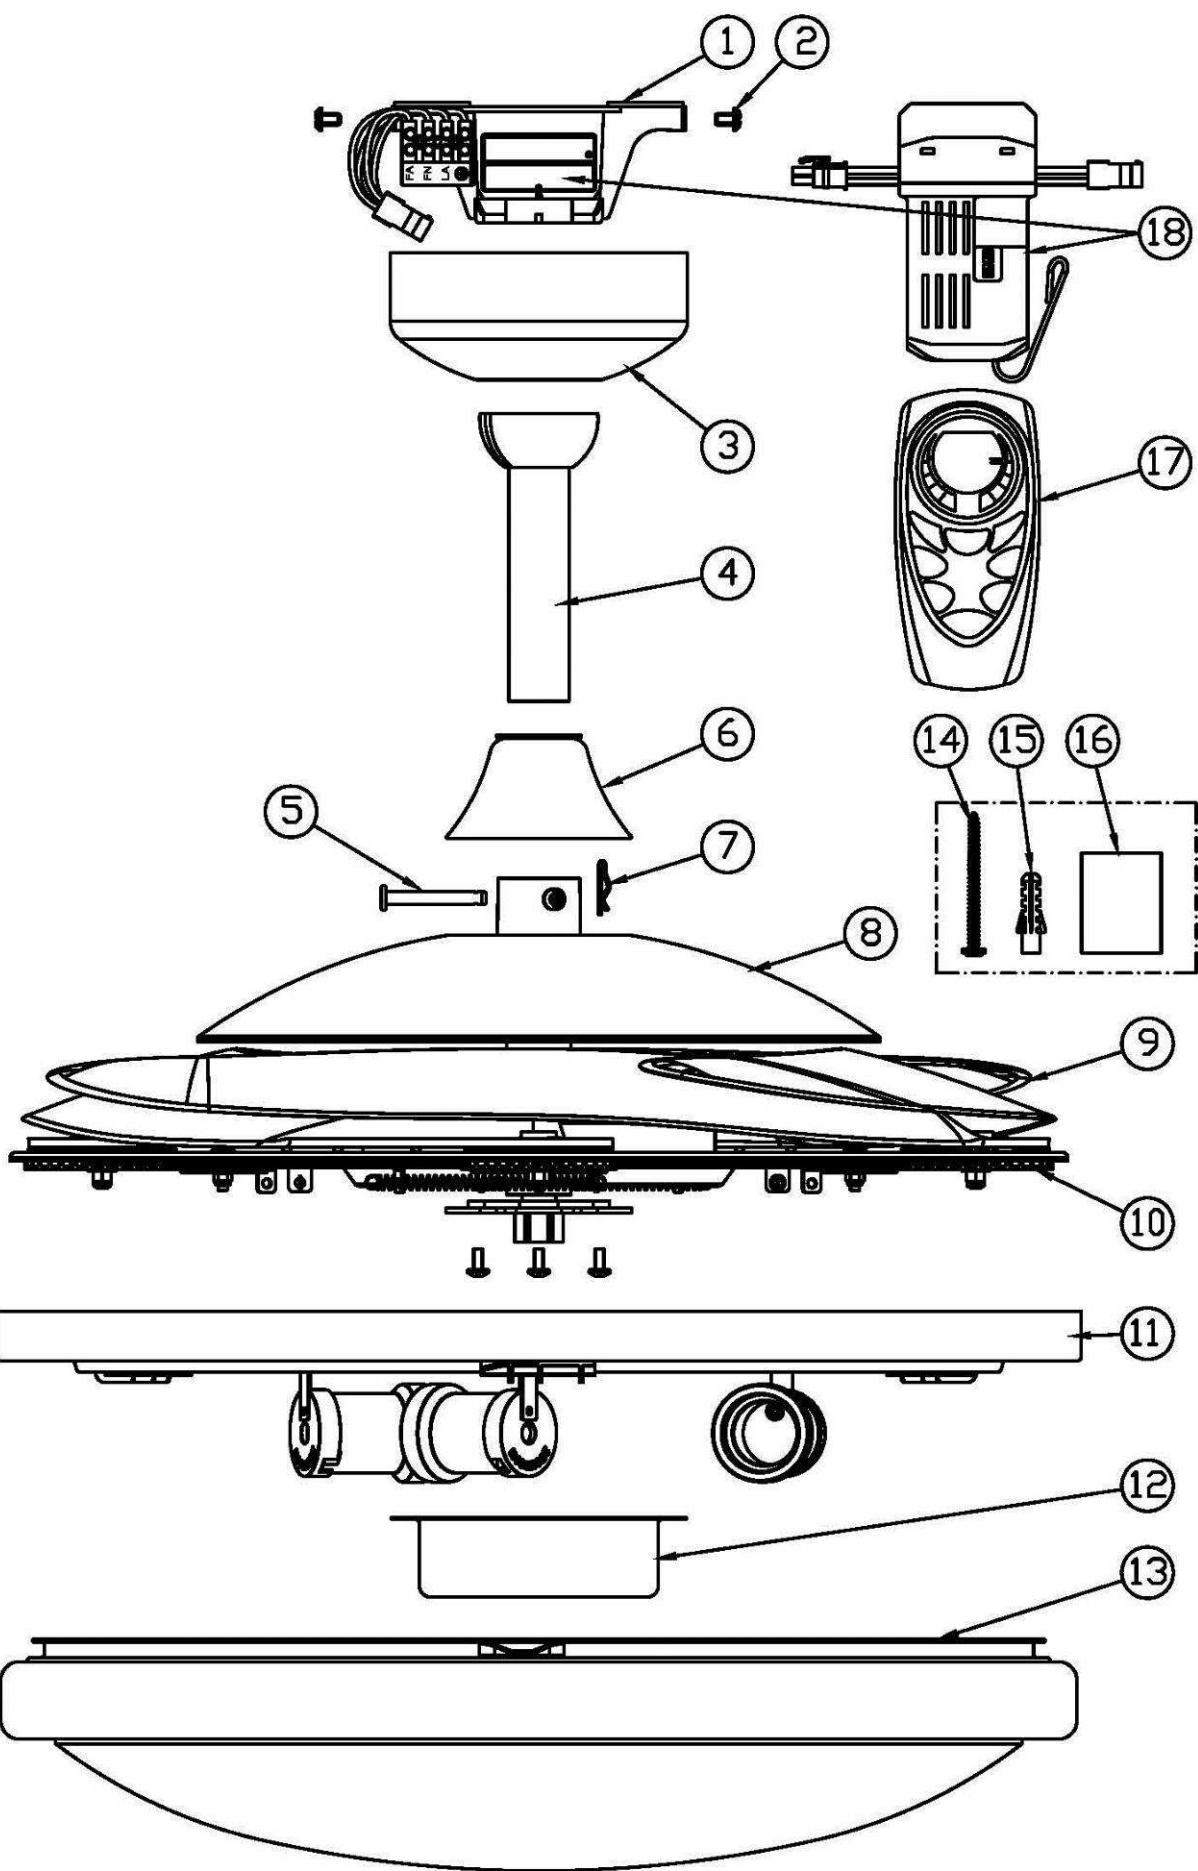

FIGURA 1
Extraiga el ventilador e identifique cuidadosamente las partes. Consulte la FIGURA 1.
- 2) Retire el dosel para cielo raso (No. 3 - Figura 1) aflojando los dos tornillos con ranuras.
- 1) Pase la varilla vertical a través del dosel para cielo raso (No. 3 - Figura 1) y la cubierta para perno y pasador (No. 6 - Figura 1).
- 3) Inserte la varilla vertical (No. 4 - Figura 1) en la parte superior de la unidad (No. 8 - Figura 1), alinee los orificios de la unidad con los orificios de la varilla vertical e inserte el perno (No. 5 - Figura 1). Luego, inserte el pasador (No. 7 - Figura 1) en el extremo del perno.
- 2) Inserte el receptor del control remoto en el soporte de montaje (No. 1 - Figura 1).